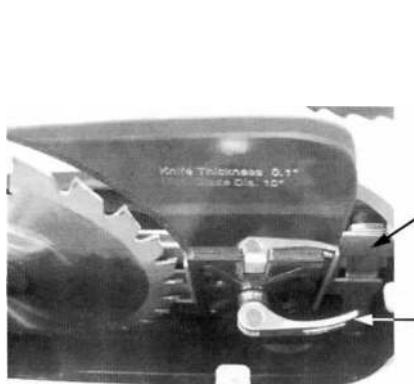

рис. 14
- Потяните ручку ( А см. рис. 14) и снимите расклинивающий нож, делая заметки, в каком направлении расклинивающий нож должен быть подвинут с целью приведения
4. Затяните винты (E) в отверстиях.
5. Повторно вставьте расклинивающий нож; сожмите фиксирующую ручку (A, рис. 14) и проверьте расстояние между пильным диском и расклинивающим ножом от 3 мм до 8 мм (илюстрация 16).